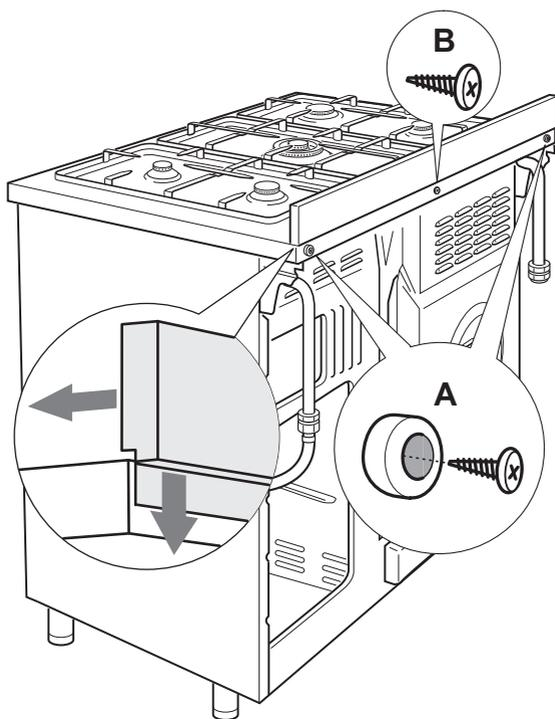

Fig. 6.4
- Togliere i distanziatori "A" (fig. 6.4) dal lato posteriore del piano di lavoro svitando la vite di fissaggio.